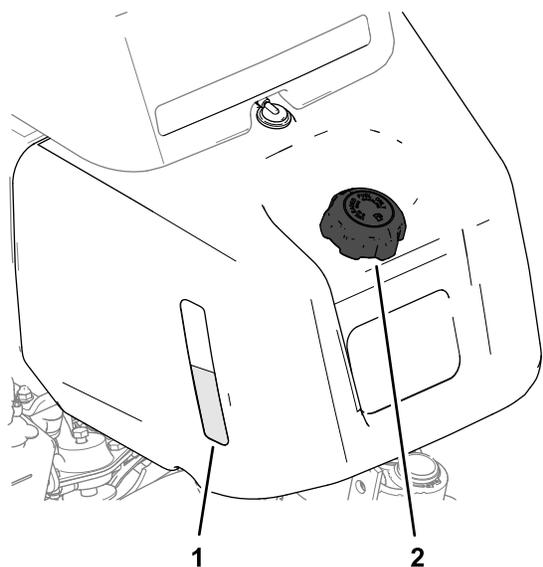
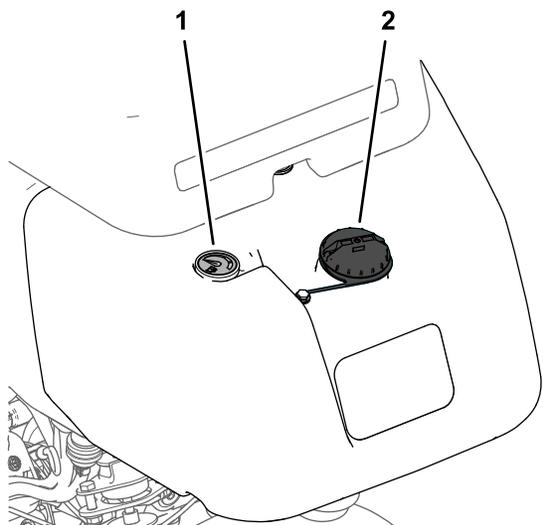

図 22
図 23
1. 燃料キャップの周囲をきれいに拭いてキャップを外す 図 22または 図 23。